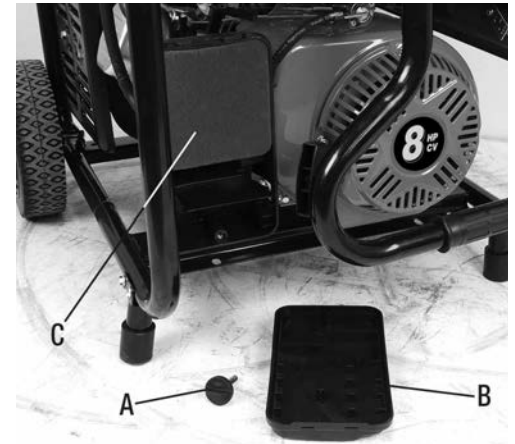

Figure 3
- 1) Dévissez et retirez le bouton (A) Fig.3 du couvercle, ensuite retirez le couvercle (B).
- 2) Retirez le filtre (C), nettoyez-le avec de la kérosène, essorez la kérosène, trempez le filtre dans de l'huile à moteur et essorez-le de nouveau.